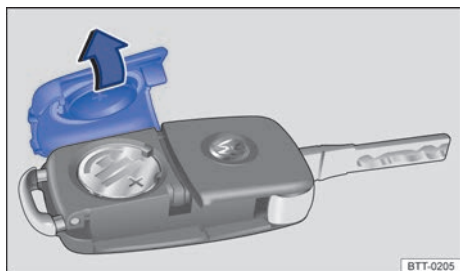

Fig. 25 Llave con control remoto: abrir la cubierta del alojamiento de la batería.
La batería se encuentra en el lado posterior de la llave con control remoto, debajo una cubierta ⇒ fig. 25.
- Retirar la cubierta en el lado posterior de la llave ⇒ fig. 25 en el sentido de la flecha ⇒ .
- Colocar la cubierta según lo indicado ⇒ fig. 25 y presionar en sentido contrario al de la flecha sobre la carcasa de la llave del vehículo hasta encajarla.